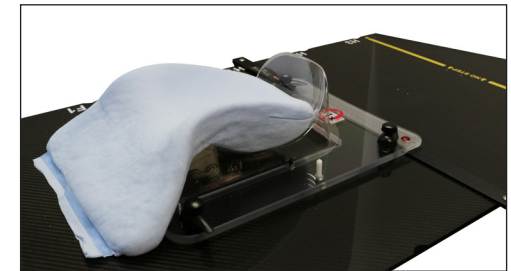

Fig. 2
3. Utilizați o pernă MOLDCARE (dacă doriți) împreună cu un suport pentru cap Silverman pentru a obține cel mai înalt nivel de confort și repetabilitate (Fig. 2). (Consultați ambalajul MOLDCARE pentru instrucțiuni privind modelarea)